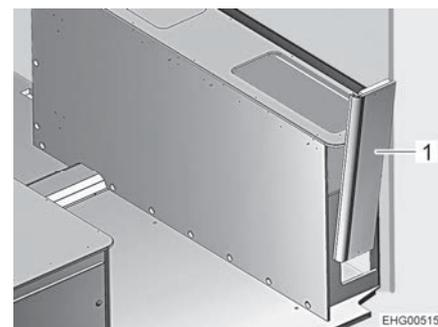

Fig. 108 Cassone letto a destra, pannello laterale
- Rimuovere il pannello laterale (Fig. 108,1) verso l'alto scuotendolo leggermente.